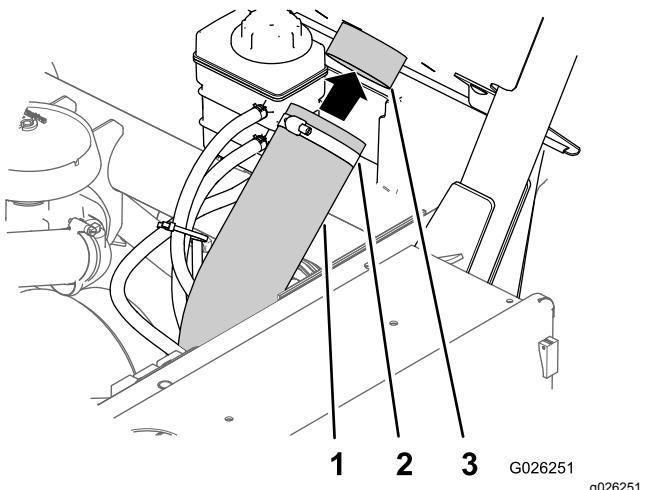

Figura 7
3. Monte la manguera de admisión de la CVT en el conector del tubo de admisión, en la parte trasera del panel del ROPS, y apriete la abrazadera (Figura 7).